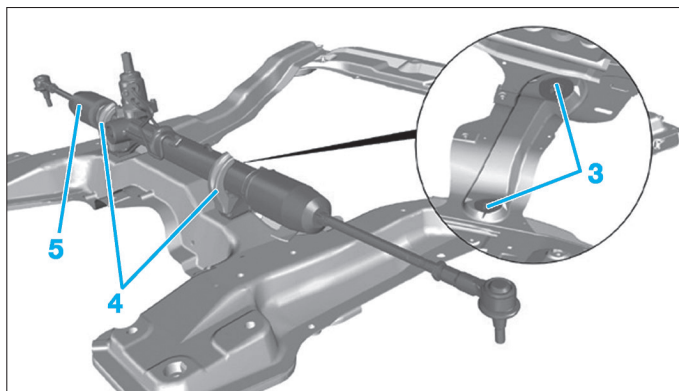

Fig. 15
- Déposer les vis de fixations (3) et les brides (4) du boîtier de direction (Fig.15).